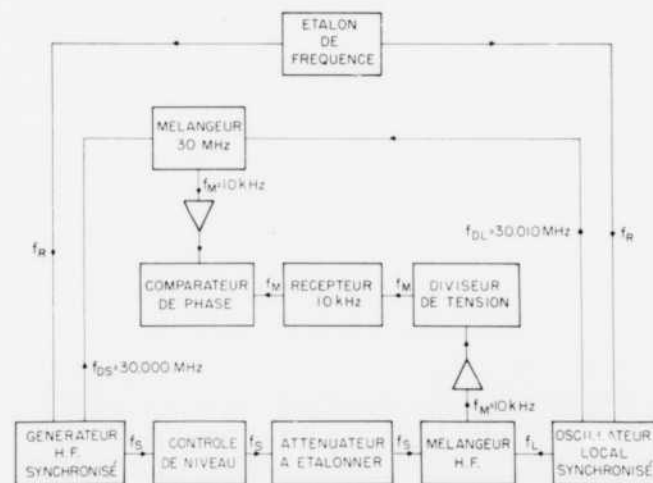

FIGURE 5
(3) *Récepteurs MF et atténuateurs étalons.* Un schéma simplifié du système de mesure de l'atténuation HF au moyen d'un étalon à 10 kHz est donné sur la figure 5. L'étalon de référence est ici un diviseur de tension inductif (autotransformateur variable) de grande précision. Le signal de sortie du diviseur est redressé et comparé à un potentiel constant. La différence est
Pour la mesure de phase, un signal de référence à 10 kHz est obtenu à partir des deux discriminateurs de phase (voir fig. 5). Ce signal passe par le déphaseur étalon, puis est comparé en phase avec le signal du récepteur.
(6) *Impédance.* Quoique les dispositifs d'adaptation ne soient pas explicitement montrés sur la figure 5, il est toujours nécessaire d'adapter soigneusement le générateur et le récepteur à l'impédance de la ligne de transmission pour éviter les erreurs dues aux réflexions.